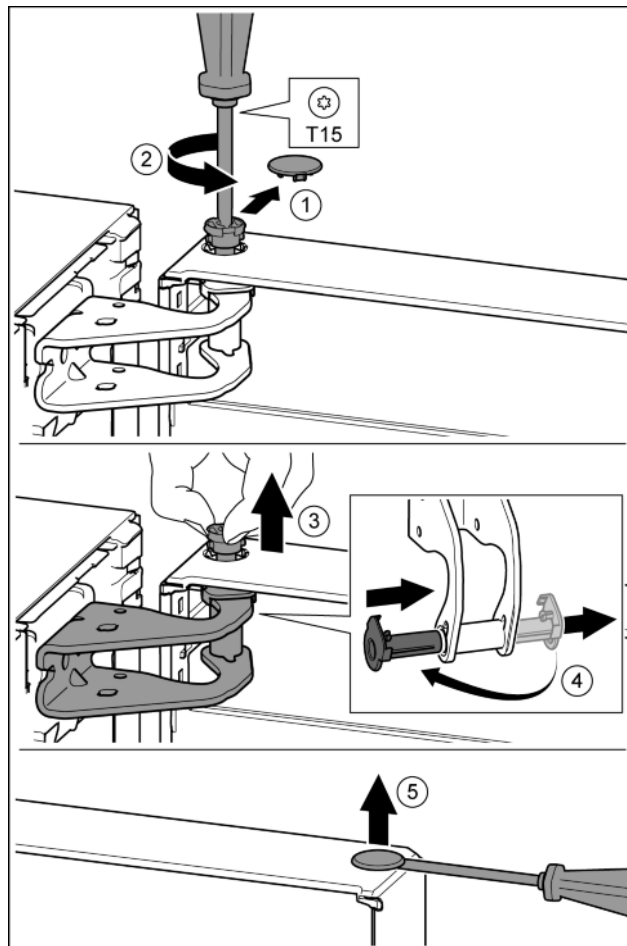

Fig. 12
- ▶ Обережно зніміть запобіжну кришку. Fig. 12 (1)
- ▶ Трохи викрутіть гвинт за допомогою викрутки T15. Fig. 12 (2)
- ▶ Притримуйте дверцята і витягніть палець руками. Fig. 12 (3)
- ▶ Витягніть із прямої опору втулку. Встановіть і зафіксуйте з іншого боку. Fig. 12 (4)